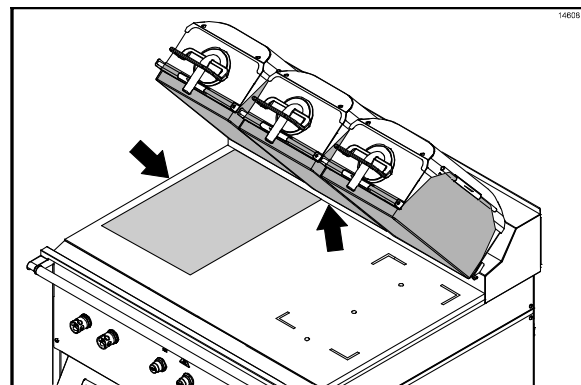

Abbildung 74
49. Die untere Trennfolie so halten, dass die schmale Seite der Rückseite des Grills zugewandt ist und die Längsseite etwa 2,5 cm vom Seitenrand der Grillfläche entfernt ist. Die rückwärtige Kante der Trennfolie am rückseitigen Spritzschutz sowie auf die Seitenkante des Grills ausrichten. (Siehe Abbildung 74.)